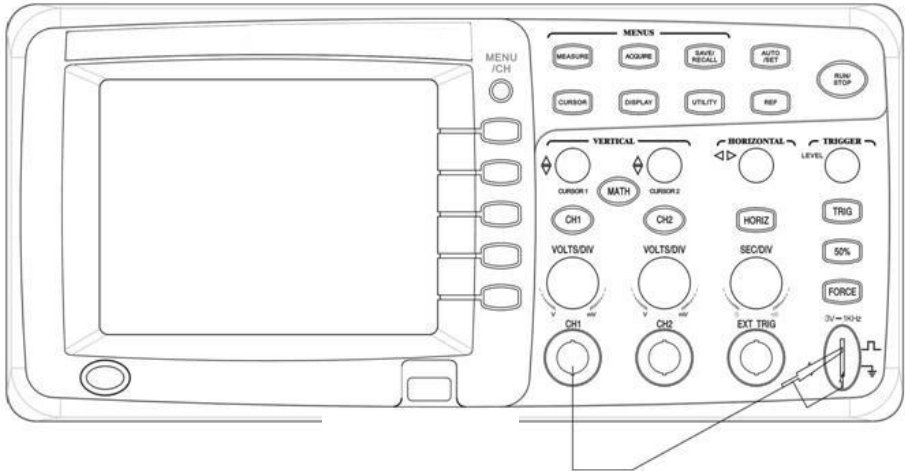

图 1-5 探头补偿器
2、将示波器探头连接至通道（CH1）并将探极上的衰减开关设定为 $\times 10$ ，并将探头连接器上的插槽对准 CH1 的输入插座（BNC）的凸键上，插入并右转以锁定到位，如图 1-5 所示。